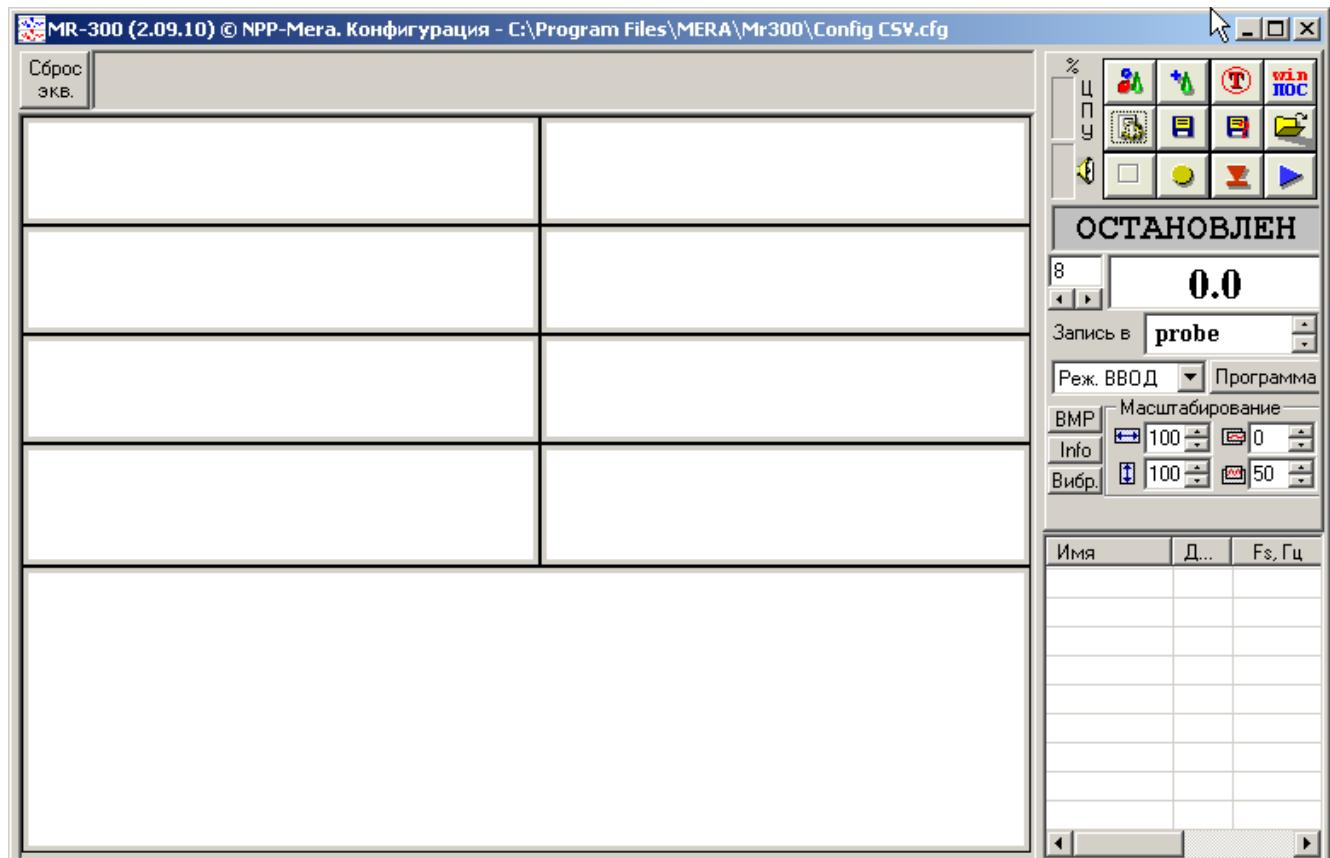
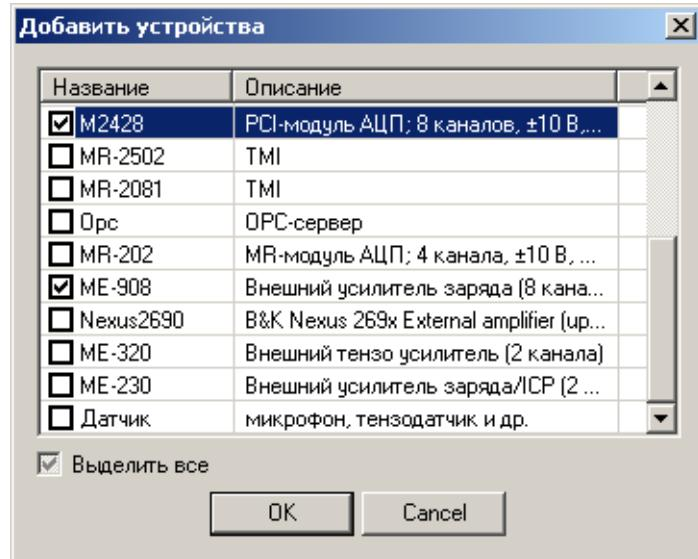
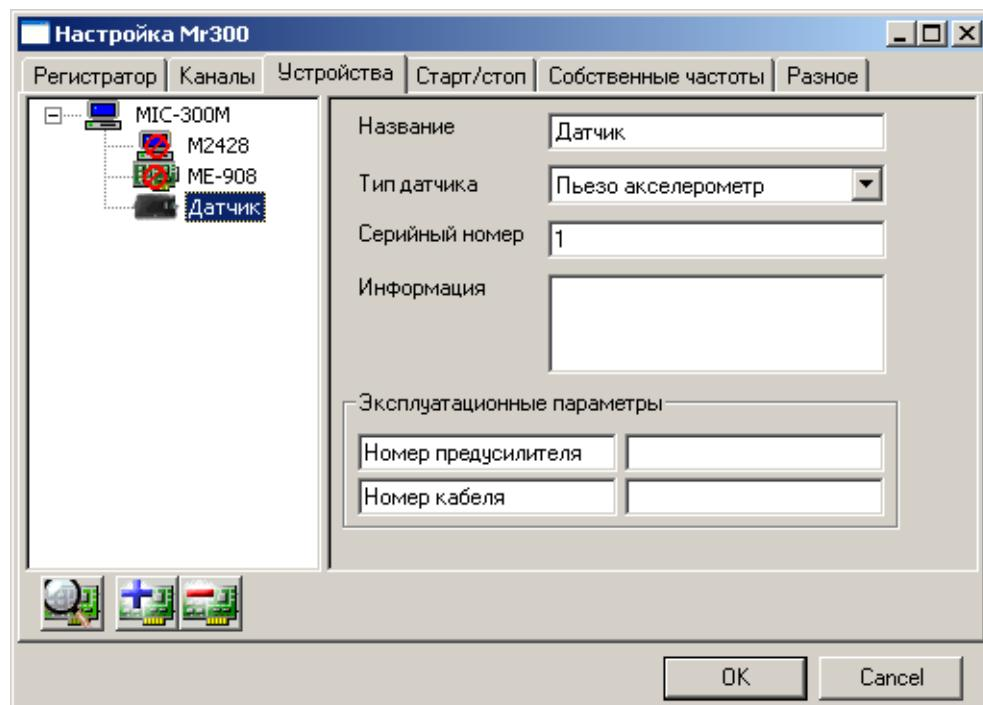
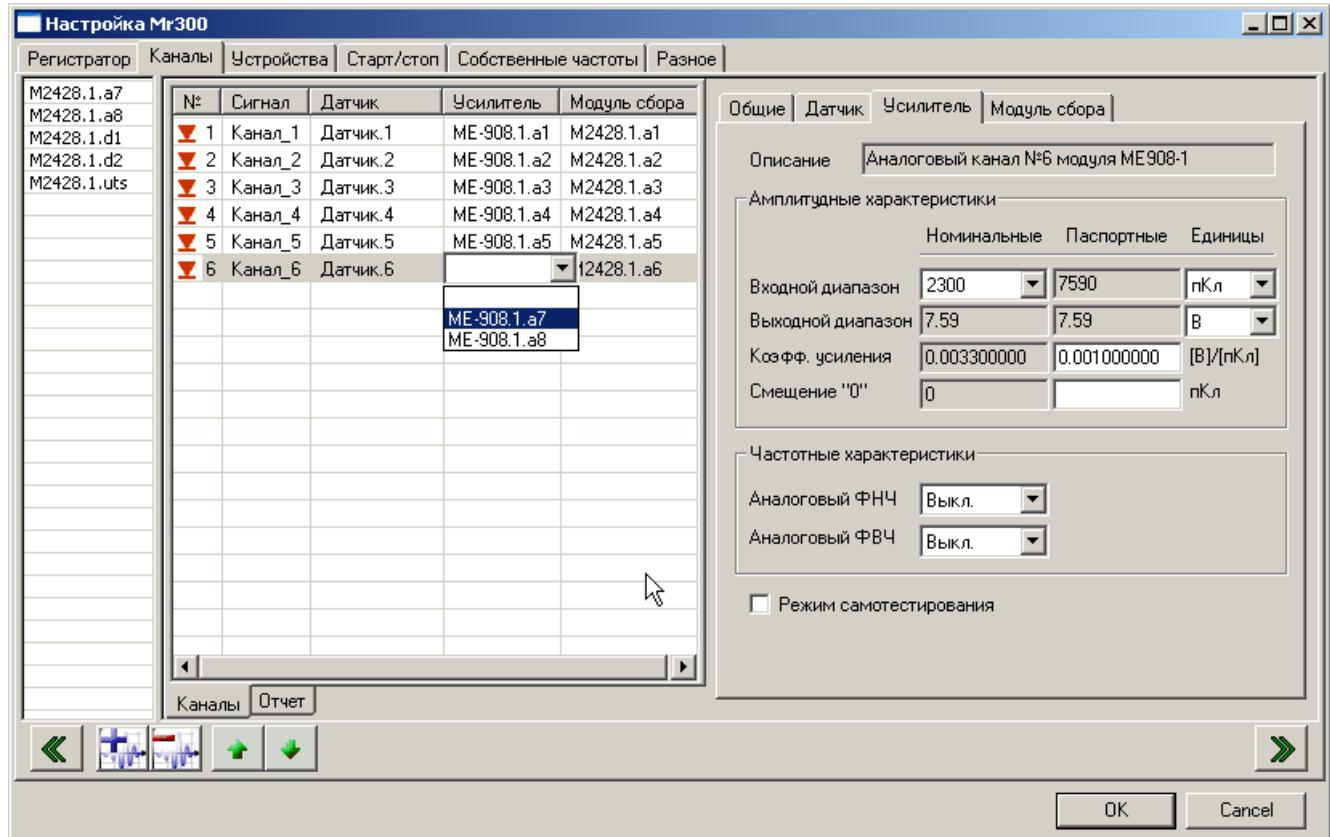

Рисунок 17-Главное окно программы «MR-300»
Рисунок 18-Окно «Добавить устройства»
Рисунок 19-Окно «Настройка MR-300». Вкладка «Устройства»
Рисунок 20-Окно «Настройка MR-300». Вкладка «Каналы»
2.3.5.2 Включить питание модулей, ИВК МИС и после загрузки операционной системы (Microsoft Windows 98/2000/XP) запустить на выполнение программу «MR-300». В результате на экран будет выведено главное окно программы, показанное на рисунке 17. В главном окне программы нажать кнопку «Настройка регистратора» или нажать клавишу F5 на клавиатуре. На экран будет выведено окно «Настройка MR-300», в котором необходимо открыть вкладку «Устройства», как показано на рисунке 19. Нажать кнопку (автопоиск устройств). В результате выполнения автопоиска на экран будет выведено окно «Добавить устройства» со списком найденных устройств, в котором необходимо установить метки перед строками с названиями модулей усилителей заряда и управляющих измерительных модулей, подключенных к ним, как показано на рисунке 18 на примере модулей МЕ-908 и М2428, после чего нажать кнопку «OK». В результате на вкладке «Устройства» окна «Настройка MR-300» слева в списке устройств будут отображены добавленные устройства, как показано на рисунке 19. Нажать кнопку и, в открывшемся окне «Добавить устройства», (см. рисунок 18) установить метку перед строкой «Датчик», после чего нажать кнопку «OK». В результате на вкладке «Устройства» окна «Настройка MR-300» в список устройств будет добавлена строка «Датчик». Выбрать в списке устройств строку «Датчик» (см. рисунок 19), затем на панели свойств, расположенной справа, в поле «Тип датчика» выбрать «Пьезо акселерометр» и при необходимости изменить в соответствующих полях название датчика, серийный номер (допускается вводить только цифры). Добавить необходимое (по числу каналов) количество датчиков, повторив действия, описанные выше. Выбрать вкладку «Каналы», затем в списке доступных каналов в левой части окна (см. рисунок 20) выбрать канал (аналогового ввода) измерительного модуля. Примечание: для отображения списка доступных каналов может потребоваться нажать кнопку в левом нижнем углу окна. Нажать кнопку , в результате в таблицу «Каналы» будет добавлена новая строка с выбранным каналом измерительного модуля в ячейке «Модуль сбора». Выполнить двойной щелчок в ячейке «Усилитель» (см. рисунок 20) канала и выбрать из выпадающего списка соответствующий канал модуля усилителя заряда (соответствие каналов измерительного модуля и модуля усилителя заряда определяется схемой соединительного кабеля). Выполнить двойной щелчок в ячейке «Датчик»
(см. рисунок 20) канала и выбрать соответствующий датчик из выпадающего списка. Повторить действия, описанные выше, для всех каналов в таблице. На панели свойств каналов в правой части окна, автоматически будут добавлены вкладки «Модуль сбора», «Усилитель», «Датчик» (см. рисунок 20). Примечание: для отображения панели свойств каналов может потребоваться нажать кнопку  в правом нижнем углу окна. На вкладке «Общие» панели свойств каналов (см. рисунок 20) выводятся наиболее важные параметры, требуемые для оперативной настройки канала, выбранного в таблице, а на вкладках «Датчик», «Усилитель» и «Модуль сбора» - все доступные пользователю параметры настройки соответствующих каналов модулей и датчиков. Настройка каналов модулей сводится к выбору или вводу требуемых значений в соответствующих полях. После завершения настройки необходимо нажать кнопку «OK» в нижней части окна «Настройка MR-300».
2.3.5.3 Для каждого канала необходимо на вкладке «Усилитель» панели свойств (см. рисунок 20) из выпадающего списка поля «Входной диапазон» «Номинальные» выбрать значение входного диапазона, которое было установлено переключателями при настройке модуля (см. п.2.3.4.1), при этом в поле «Паспортные» будет автоматически выведено соответствующее калибровочное значение из файла с текущими калибровками, а в поле «Выходной диапазон» - расчетное амплитудное значение выходного сигнала.
2.3.6.3 В главном окне программы (см. рисунок 17) нажать кнопку - «Тестирование средств измерения». На экран будет выведено окно «Диалог самотестирования», показанное на
2.3.6.4 В основном окне программы (см. рисунок 17) нажать кнопку «Настройка регистратора» или нажать клавишу F5 на клавиатуре. На экран будет выведено окно «Настройка MR-300», в котором необходимо открыть вкладку «Каналы» (см. рисунок 20). Выделить в таблице любой канал, после чего на панели свойств открыть вкладку «Усилитель» и установить метку перед строкой «Режим самотестирования». Индикатор «TEST» соответствующего модуля должен включиться. Нажать кнопку «OK» для закрытия окна. В основном окне нажать кнопку «Просмотр» или клавишу F6 для активизации режима просмотра. На осциллографах должны быть сигналы, повторяющие форму сигнала «ATEST», при этом амплитуда входных зарядов должна соответствовать следующему выражению: $Q(\text{пКл})=100(\text{пКл}/\text{В}) \times U_{\text{сиг}}(\text{В})$, где $U_{\text{сиг}}$ -амплитуда напряжения сигнала «ATEST». По завершению проверки режим самотестирования следует выключить, сняв метку перед строкой «Режим самотестирования», при этом индикатор «Тест» модуля должен выключиться.
2.3.6.5 В главном окне программы (см. рисунок 17) нажать кнопку  - «Просмотр» или клавишу F6 для активизации режима просмотра. Произвести легкое постукивание по корпусам датчиков. Наличие сигналов на осциллографах во время постукивания свидетельствует о работоспособности датчиков и соответствующих каналов модулей усилителей заряда и измерительного модуля.